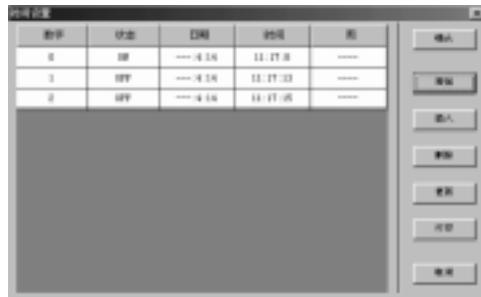

图 3.19 时间设置界面
- ※ 当您选择了每年制后, 鼠标左键点击设置时间按钮, 出现设置时间界面如图 3.19 所示。在此界面上您可以设置多达 128 组的开关时间段, 请注意需要按照时间的前后顺序进行设定。